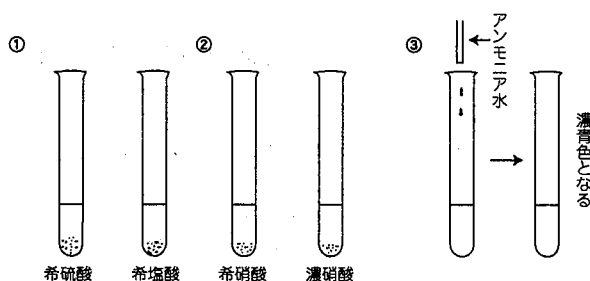

図3. 銅の検出
(4) 得られた物質が銅であることを、図3のように確かめる。
(7) 希硫酸、希塩酸を加えてみる